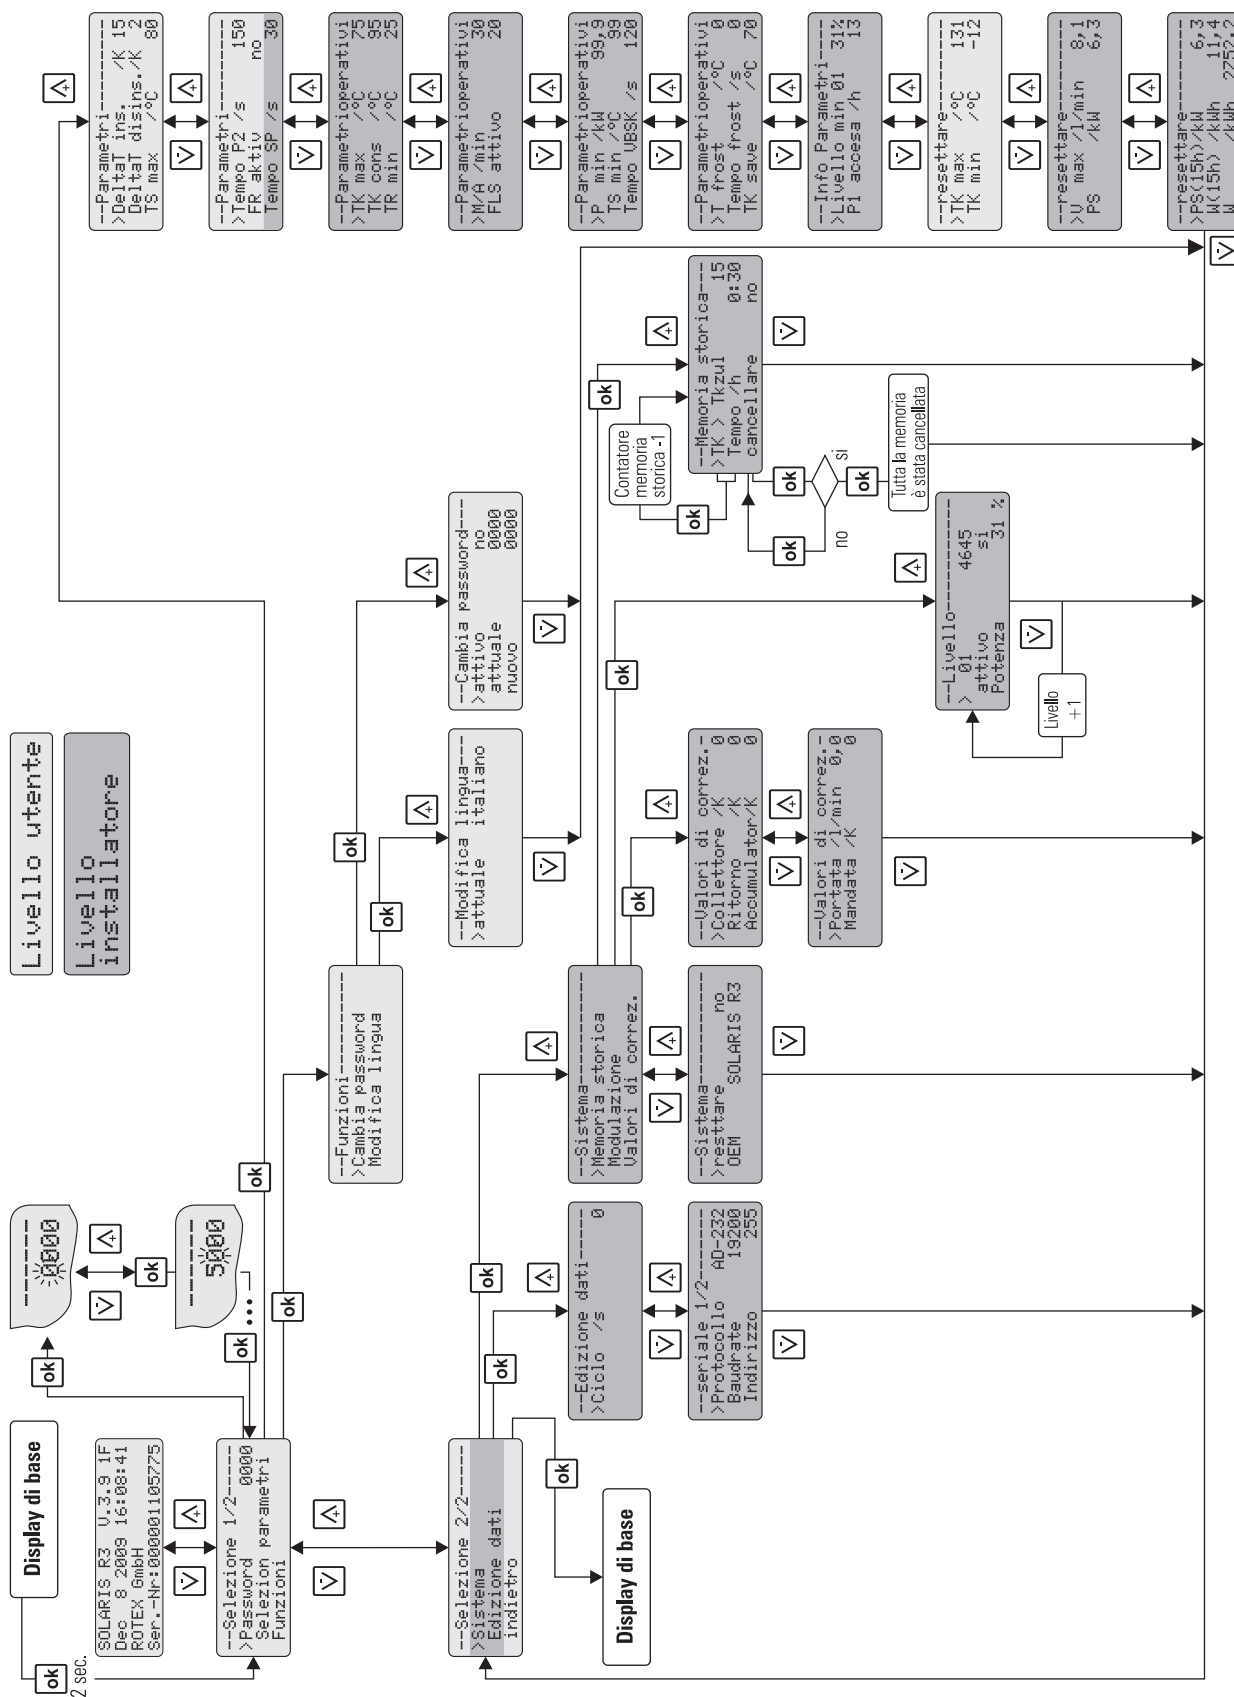

Figura 5-7 Menu di impostazione
Nella prima riga del menu (Figura 5-7) viene indicato il percorso di menu attivo, mentre nella colonna di sinistra un cursore (">") punta sul percorso di menu sottostante o su un parametro. Da questo punto è possibile spostarsi nella struttura dei menu con i tasti freccia in alto (tasto +) o freccia in basso (tasto -). È possibile modificare il valore impostato con i tasti freccia. Premendo brevemente il tasto freccia si modifica il valore di un passo, mentre una pressione continua del tasto accelera la modifica. Dopo aver modificato il parametro desiderato e aver sfogliato fino alla fine l'elenco dei parametri, si ritorna al menu di selezione "Selezione 2/2" e, da lì all'indicazione di esercizio (vedere Figura 5-7). La centralina funziona immediatamente con i valori modificati dei parametri. Se per circa 10 min. non si preme alcun tasto, la centralina ritorna sempre alla modalità di indicazione di esercizio.
L'attivazione e la modifica o la nuova assegnazione della password utente avvengono nel percorso di menu: "Selezione 1/2" -> "Funzioni" -> "Cambia password" (vedere Figura 5-7):
La password va immessa nel percorso di menu "Selezione 1/2", alla voce "Password 0000" e sblocca nel menu di impostazione tutti i parametri impianto rilevanti per il tecnico (vedere Figura 5-7).
Nel menu di impostazione, nel percorso di menu: "Selezione 1/2" -> "Funzioni" -> "Modifica lingua" è possibile scegliere un'altra lingua in un secondo momento (Figura 5-7).
L'impostazione dei parametri avviene come illustrato nella Figura 5-7. Tutti i parametri impostabili sono riportati nella Tab. 5-5 con il livello di accesso, il campo di modifica e l'impostazione di fabbrica. Nel percorso di menu Selezione 1/2\Selezione parametri\Resettare è possibile azzerare i valori di massima e i valori calcolati (vedere Tab. 5-5). Con il tasto OK, il valore di massima selezionato viene riportato immediatamente a zero. Il tasto freccia in basso annulla questa azione, e il cursore ritorna a sinistra. La scelta viene confermata con il tasto OK. Premendo nuovamente il tasto freccia in basso si passa al campo "Selezione 2/2". Confermando "Indietro" si torna all'indicazione di esercizio.
- Tramite il percorso di menu: "Selezione 2/2" -> "Sistema" -> "Modulazione", passare alla voce "Livello" (vedere Figura 5-7). Qui è possibile disattivare fino a 10 stadi del numero di giri. Oltre al numero ordinale dello stadio di potenza (che comincia con 01 per la potenza più bassa) e allo stato di attività, alla voce "Potenza" viene indicata la potenza percentuale dello stadio in questione.
- Tramite il percorso di menu: "Selezione 2/2" -> "Sistema" -> "Valori di correzione" selezionare il parametro di correzione (vedere Figura 5-7) e modificare i valori secondo la Tab. 5-4.
Questo contatto controlla uno scambiatore termico esterno in modo tale che l'accumulatore non viene riscaldato tramite quest'ultimo se le condizioni atmosferiche sono favorevoli. A tale scopo è necessario il cavo di allacciamento BSKK disponibile come accessorio (🛒 16 41 10). Se l'impianto Solaris raggiunge una potenza momentanea che può essere impostata dal tecnico del riscaldamento (percorso di menu: "Selezione 1/2" -> "Selezione parametri" -> parametro di esercizio "P min") o se l'accumulatore è riscaldato fino ad una temperatura minima che può essere impostata dal tecnico del riscaldamento (parametro di esercizio "T_S min" vedere Tab. 5-5) un contatto stacca la corrente, ad esempio dal bruciatore. L'impostazione del parametro per il contatto di blocco bruciatore è descritta nella Figura 5-7.